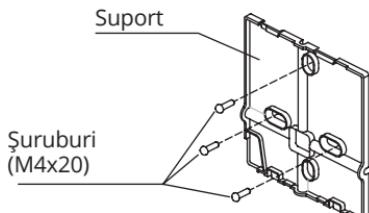

Fig 3-5
- Pentru instalarea expusa a telecomenzi, fixați suportul pe perete cu dibruri si 3 șuruburi (M4x20). (Fig.3-5)